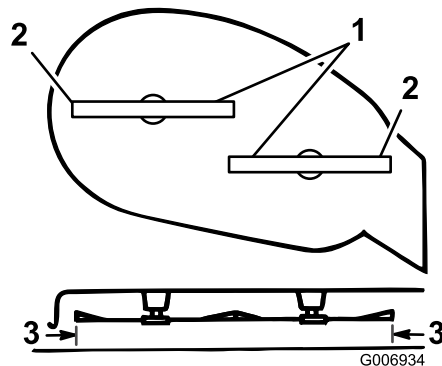

Figura 36
5. Ruotate con cautela le lame da un lato all'altro (Figura 36).
6. Misurate la distanza tra i taglienti esterni e la superficie piana (Figura 36). Se entrambe le misurazioni non sono comprese in 5 mm, regolatela; proseguite l'operazione.